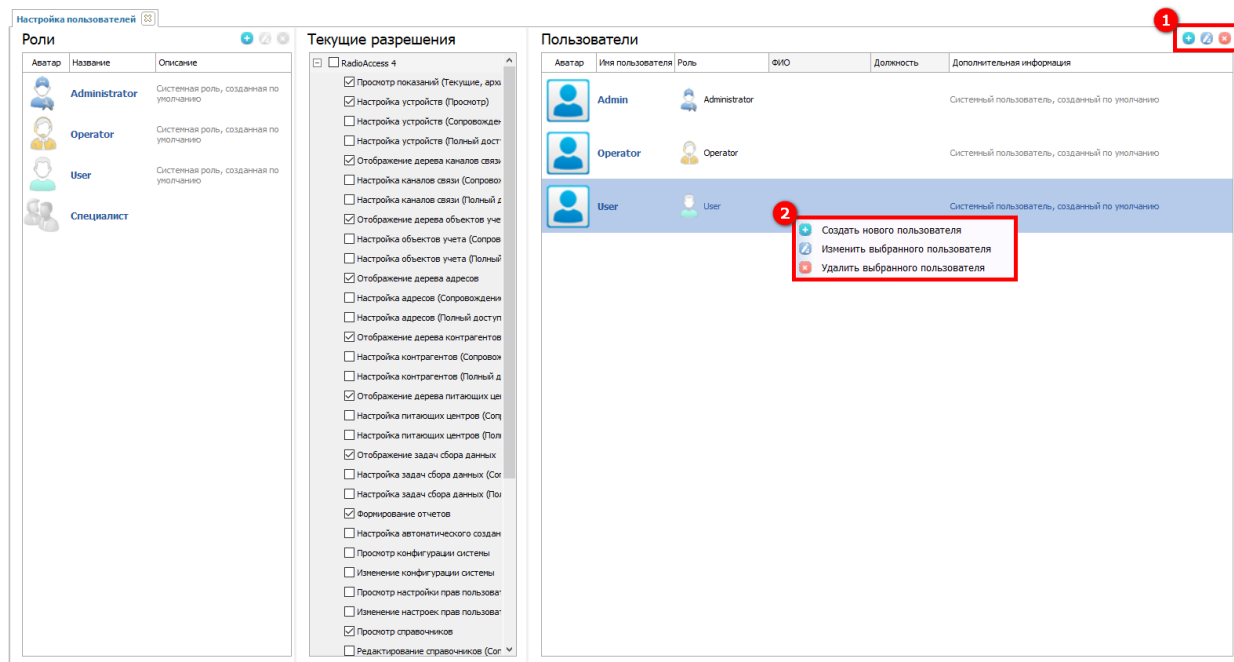

Рисунок 255 – Создание, изменение и удаление пользователя
Для этого необходимо воспользоваться кнопками в верхней части данной вкладки (1) (см. рисунок 255) или контекстным меню (2).